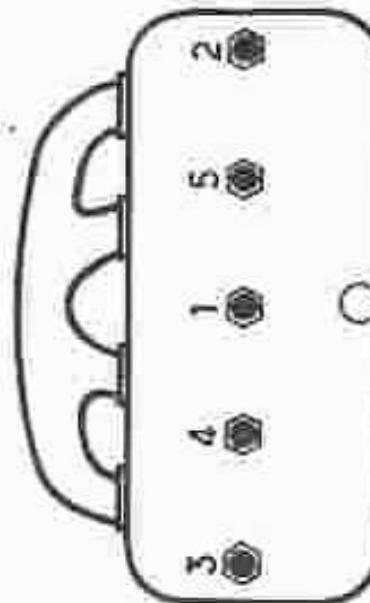

Fig. 6.— Ordre de serrage des écrous du fixation du couvre-cuissard.
- Déposer le petit orifice d'huile et dévisser, par-dessus le tube d'aspiration d'huile de la pompe (fig. 6).
- Désenrouler progressivement les cinq bobines du serrage du couvre-cuissard. Suivre l'ordre inverse de tout près écrit pour leur serrage, c'est à dire : 6-3-2-1 (fig. 6).